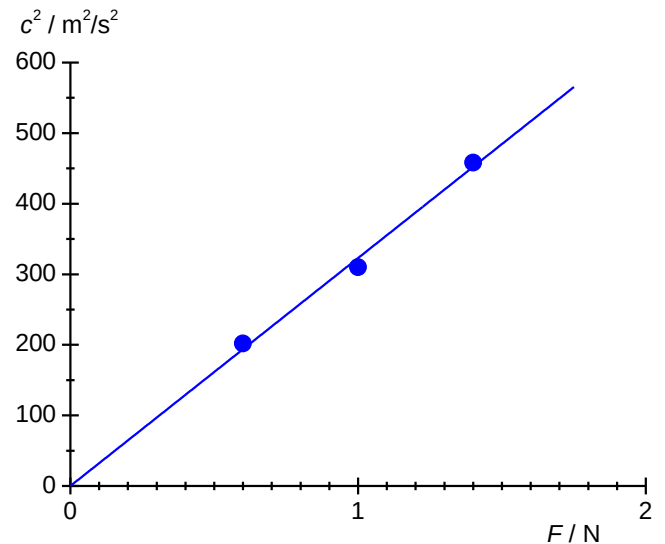

Fig. 8: Quadrat der Wellengeschwindigkeit c^2 der Seilwellen in Abhängigkeit von F .
- Quadrate der Wellengeschwindigkeiten c^2 berechnen, in Tab. 4 eintragen, gegen die Spannkraft F graphisch auftragen und eine Gerade anpassen (Fig. 8).
- Aus der Geradensteigung nach Gleichung (8) durch Kehrwertbildung die Massenbelegung μ des Seils bestimmen.